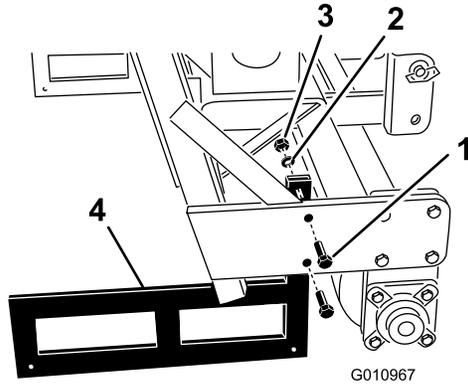

Bild 34
- Entfernen Sie die Schrauben, Sicherungsscheiben und Muttern, mit denen die Sicherheitsständer an jedem Ende des Aerifizierers befestigt sind (Bild 34).